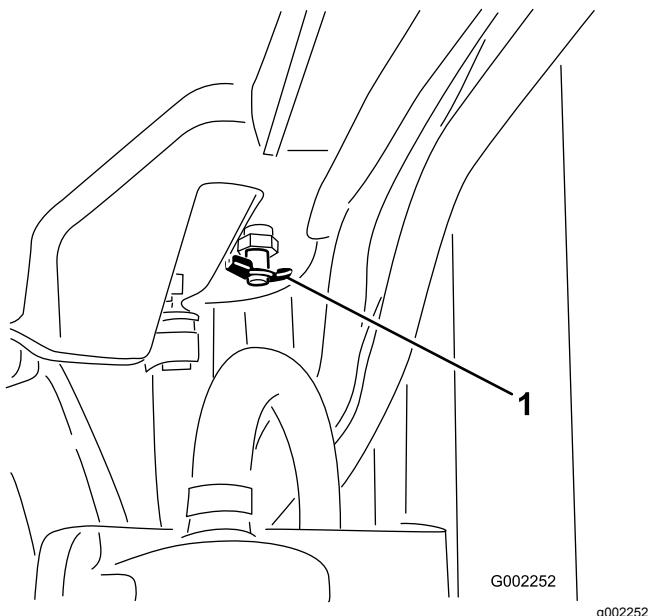

Figure 91
5. Fermez le robinet de vidange (Figure 91).
4. Ouvrez le robinet de vidange et vidangez le liquide de refroidissement dans le bac (Figure 91).